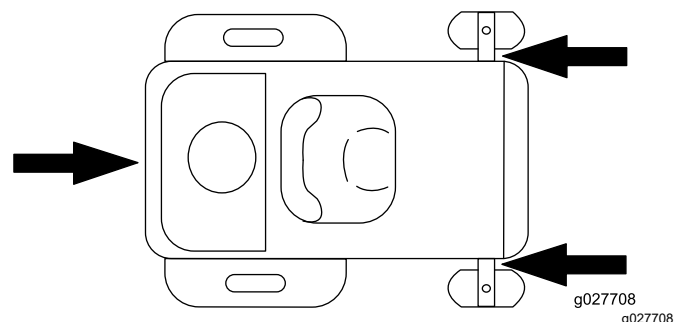

Figura 30
- Ancorate saldamente la macchina al rimorchio o all'autocarro per mezzo di cinghie, catene, cavi o corde; Utilizzate solo le posizioni di ancoraggio designate sul tosaerba, come illustrato nella Figura 30. Utilizzate queste posizioni anche per il trasporto del tosaerba con un accessorio collegato. L'utilizzo di posizioni non designate può causare danni al tosaerba e/o all'attrezzo.